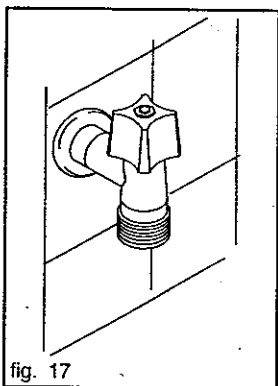

fig. 17
**IMPORTANTE:** al final de un programa se aconseja cerrar la llave del agua (fig.17) para evitar riesgos de inundaciones. Es necesario realizar esta operación si el lavavajillas se deja apagado durante un largo período de tiempo.